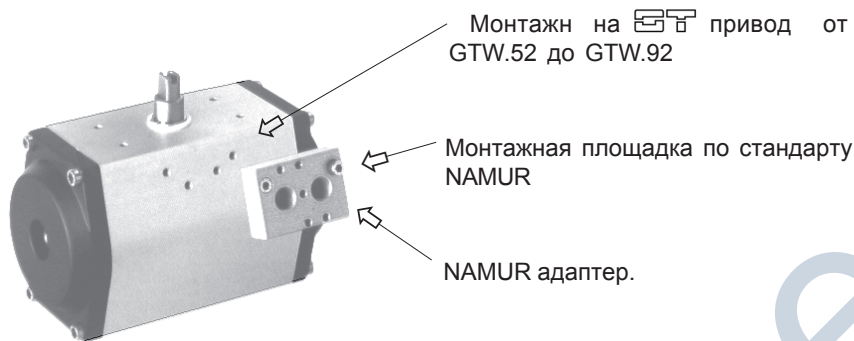

РИСУНОК 10
G.T. Attuatori изготавливает соленоидные клапаны устанавливающиеся на приводы осерии GT по стандарту NAMUR (см. рис. 10).